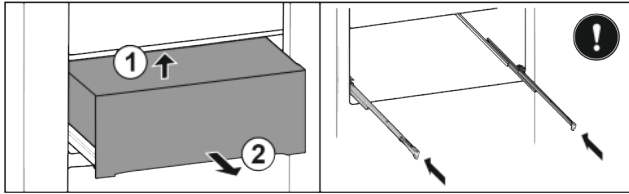

Fig. 36
- ▶ Поднимите выдвижной ящик сзади снизу Fig. 36 (1).
- ▶ Извлеките движением вперед Fig. 36 (2).